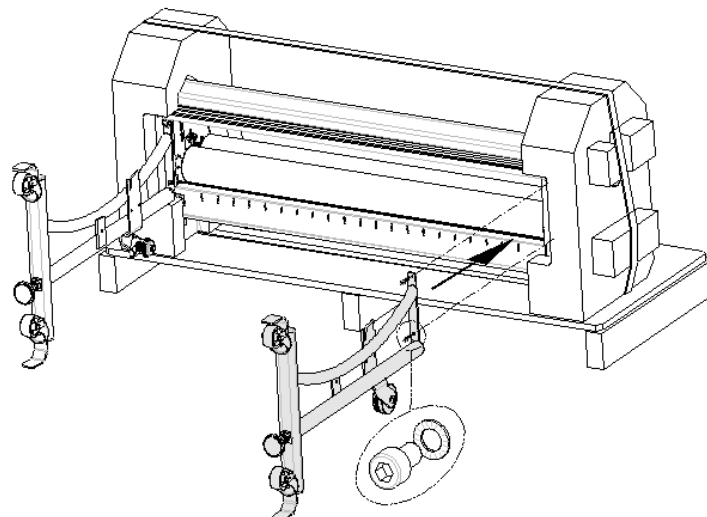

Figura 3
- Monte la parte derecha del bastidor en el laminador, tal como se muestra en la figura 3. Use las arandelas dentadas y los tornillos de cabeza hexagonal M 6x16.